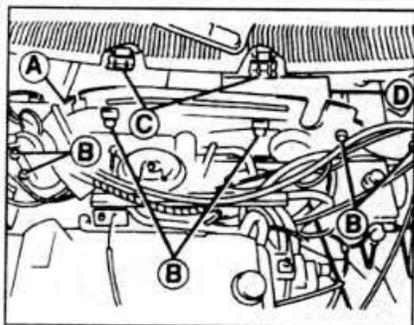

Рис. 3.35. Воздушная камера.
- Отвинтите 6 винтов и снимите верхнюю часть воздушной камеры (см. рис. 3.35).